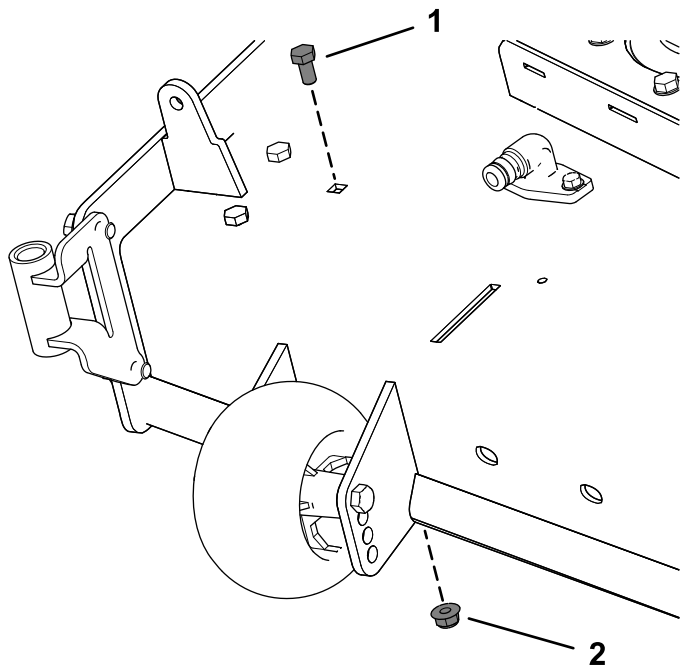

Figure 8
2. Retirez le boulon et l'écrou existants du plateau de coupe (Figure 8).
Sur les plateaux de coupe de 137 cm, retirez le boulon et l'écrou comme montré à la Figure 8.